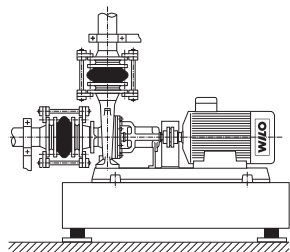

Рис. 9: Подключение насоса без создания механических напряжений
- Трубопроводы не должны передавать усилия на насос. Непосредственно перед насосом должны быть предусмотрены опоры/подвески. Подключение трубопроводов не должно приводить к возникновению механических напряжений (см. рис. 9).
- Удлинение трубопроводов при повышении температуры должно быть компенсировано соответствующими техническими средствами (см. рис. 9). Не допускать появления воздушных карманов в трубопроводах.